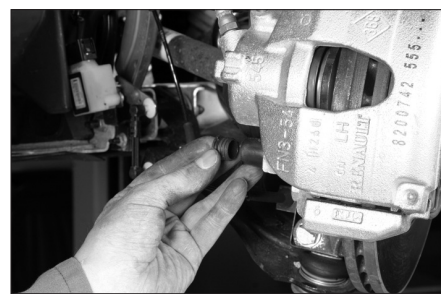

FIG. 7
- les caches poussières inférieur et supérieur (Fig.7).